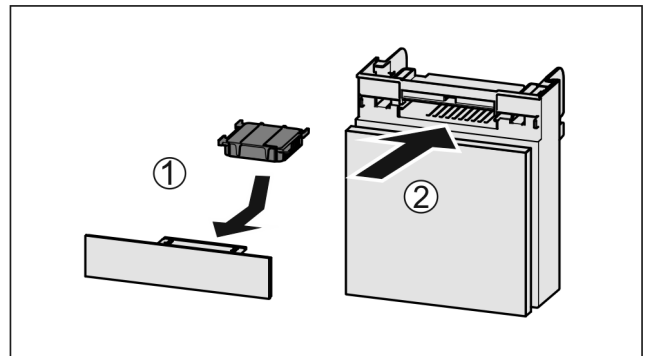

Fig. 97
- ▶ 按图装入 Fig. 97 (1) 活性炭过滤器。
- ▶ 推入 Fig. 97 (2) 抽屉。